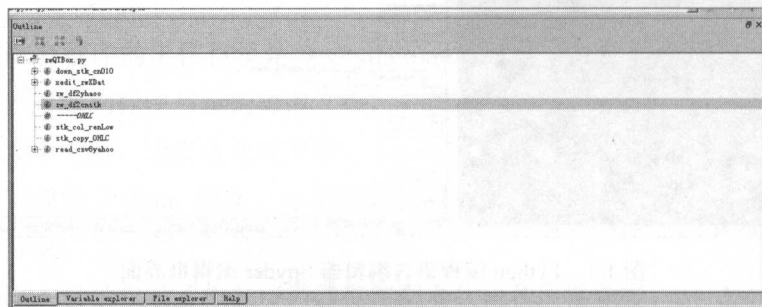

图 1-3 Spyder 编辑器 Outline 面板
**Outline** 面板的作用是对代码中的函数、类、变量进行快速导航定位。单击 Outline 面板的函数、类、变量名称后，左侧代码编辑器就会自动移动到相关代码，如图 1-3 所示。对于大型项目而言，使用 Outline 面板可以提高效率。